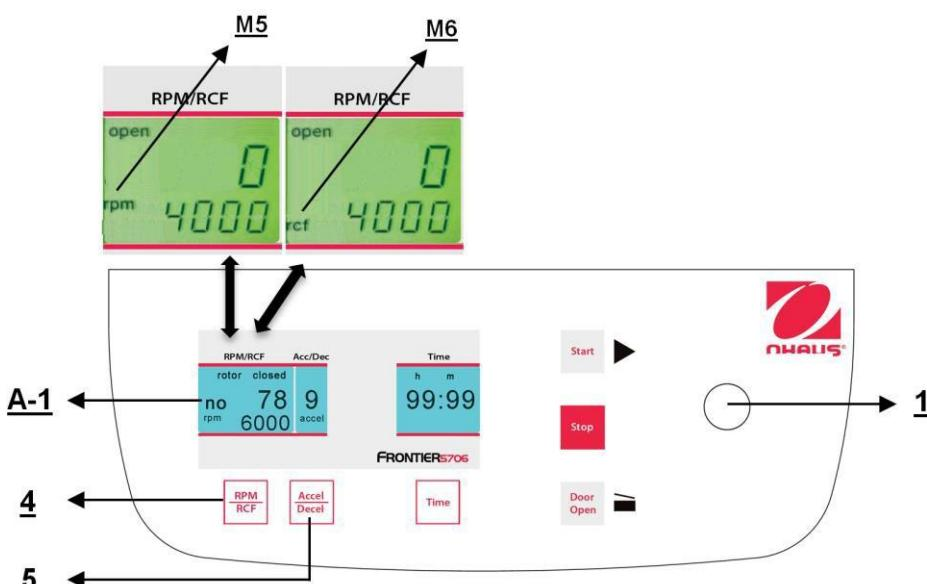

Figura 19
Esta preselección se activa con el botón "RPM | RCF" (4) (consulte la Figura 19 enseguida). Al presionar el botón una vez, destella la palabra "rpm" (M5). Al presionar el botón dos veces, se puede seleccionar la preselección de las fuerzas centrífugas. Entonces aparece la palabra "rcf" (M6). Puede configurar los valores deseados con la perilla de ajuste (1). En la pantalla (A-1) aparece permanentemente el valor regulado, antes, durante y después de la operación.